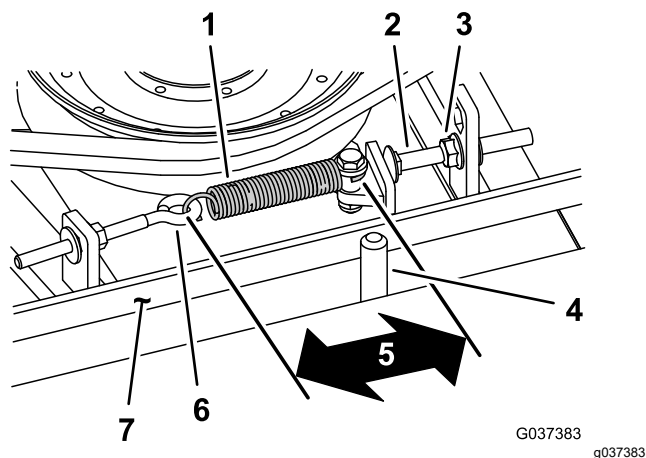

Рисунок 76
При правильном натяжении внутренняя длина пружины растяжения (между зацепами) должна быть приблизительно 8,3–9,5 см. После того, как будет достигнуто правильное натяжение пружины растяжения, отрегулируйте упорный болт (кадетный болт) так, чтобы между головкой болта и рычагом натяжного ролика оставался зазор 2–5 мм. (Рисунок 76).
Примечание: Убедитесь, что ремень расположен на направляющей ремня со стороны пружины (Рисунок 76).
2. Ослабьте рым-болт, чтобы можно было снять пружину растяжения (Рисунок 76).
3. Ослабьте фланцевую гайку, которая крепит упорный болт к монтажному выступу, и отодвиньте натяжной ролик от ремня, чтобы ослабить натяжение ремня (Рисунок 76).
9. Подсоедините пружину растяжения (Рисунок 76) к рым-болту и натяните ремень следующим образом: